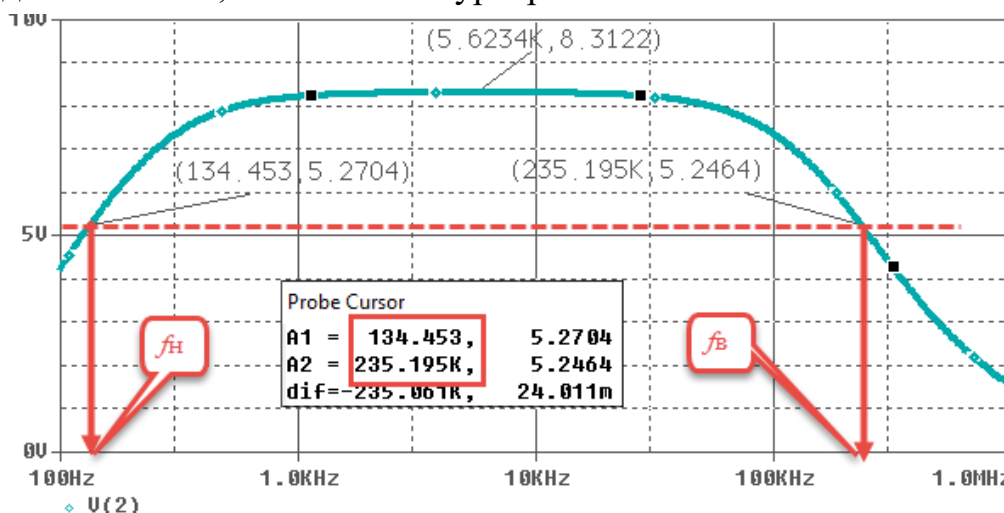

Рис. 7. АЧХ усилителя
- Запустить схему на расчет (F11) и получить амплитудно-частотную характеристику (рис. 7).
- По АЧХ следует определить максимальные коэффициенты усиления (см. рис.7). А затем рассчитать выходное сопротивление по формуле